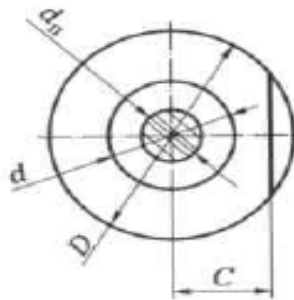

Рисунок 2 - Деталь на оправке
2. Построить схему базирования и определить погрешность базирования для размера  $C$ , выдерживаемого при фрезеровании лыски в партии заготовок, устанавливаемых на палец по посадке  $H7/g7$ , при  $C = 45$  мм,  $D = \text{Ø}100$   $h7$ ,  $d = \text{Ø}30$   $H7$ ,  $d = \text{Ø}30$   $g7$  (см. рис. 2).